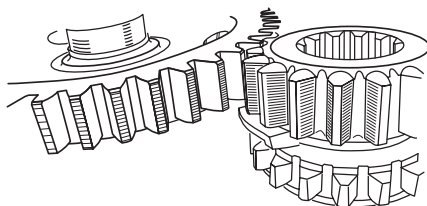

Рис. 17
17. Зацепление шестерён пониженной передачи должно быть таким, как на **Рис. 17**. Если шестерни пониженной передачи не полностью перекрывают друг друга, замените шток вилки включения заднего моста на новый (3162-00-1803024-00).